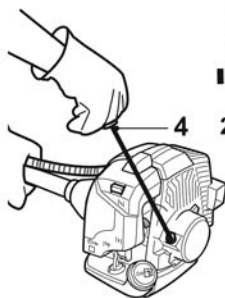

Fig. 22
- > Imobilizați aparatul și trageți mânerul cu cordon [4] de 4-5 ori; mașina încă nu trebui să pornească (Fig. 22).
- > Imobilizați aparatul și trageți brusc mânerul cu cordon [4] până când motorul pornește (Fig. 22).
- > Imobilizați aparatul și trageți brusc mânerul cu cordon [4]; repetați până când motorul pornește (Fig. 22).